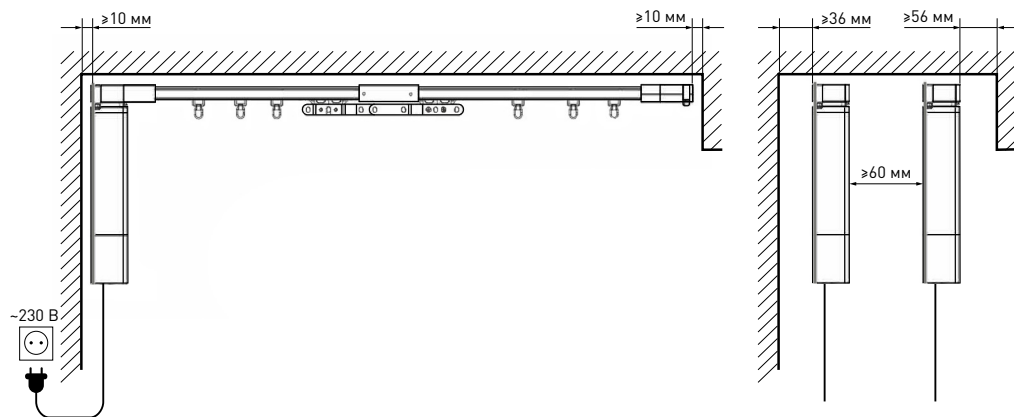

Рис. 5. Схема установки карниза для штор
- 3.3. Установите карниз для штор в соответствии со схемой (рис. 5). При монтаже карниза необходимо учитывать отступы от краев стены.